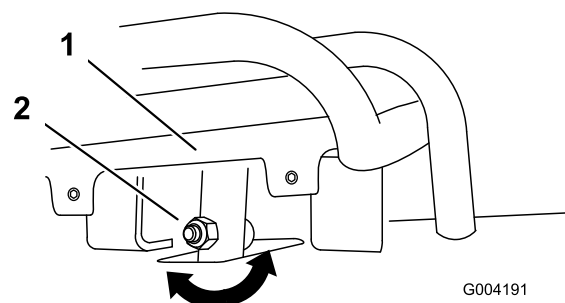
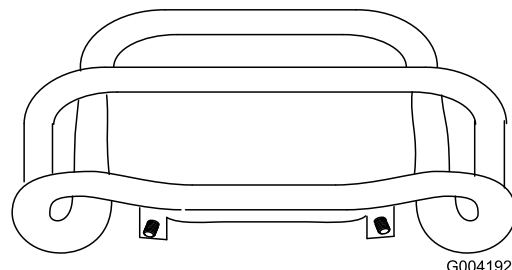

Figura 53
Figura 54
alla barra di riferimento, allentate il dado e imbullonate lo stelo del comando della trazione (Figura 53).
5. Regolate il comando della trazione in modo che rimanga a filo con la barra di riferimento quando viene tirato all'indietro (Figura 53 e Figura 54).
- C. Allentate il dado flangiato e il bullone nello stelo del comando della trazione (Figura 53).
I. Regolate il comando della trazione in modo che rimanga a filo con la barra di riferimento quando viene tirato all'indietro (Figura 53 e Figura 54).